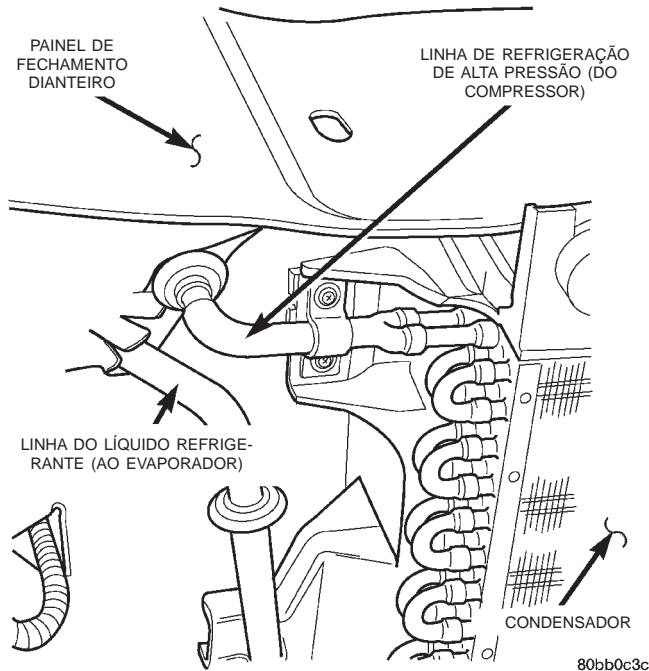

Fig. 15 Linhas de Refrigeração no Condensador
(17) Remova do painel de fechamento dianteiro os parafusos do suporte do condensador do A/C.
(18) Remova do condensador do A/C o suporte da linha de refrigeração.
(19) Desconecte a linha de refrigeração do condensador do A/C (Fig. 15).